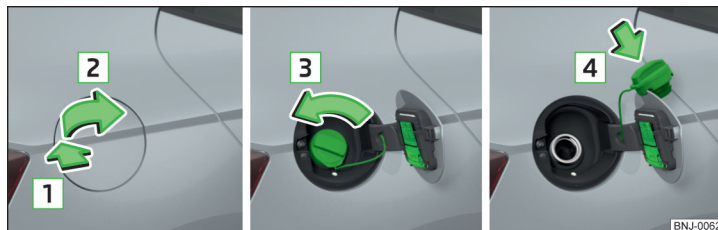

Fig. 164 Sådan klappes tankklappen op. / Sådan skrues tankdækslet ud. / Sådan sættes tankdækslet på tankklappen.
» Fig. 164 på side 146.
- Tryk på tankklappen i pilens retning 1 » Fig. 164.